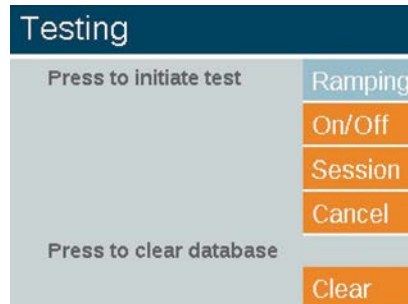

Рис. 37. Снимок экрана тестирования
3. Перейдите в пункт **Clear** («Очистить») и нажмите на дисковый переключатель (рис. 37).